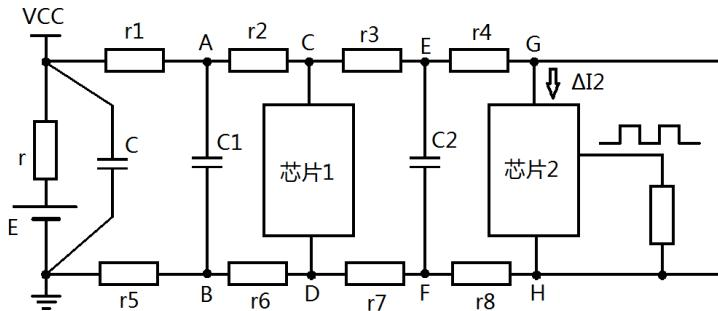

图 1.13 错误的去耦电容位置
- 1) 如图 1.13 所示，由于线路是有电阻的，电容 C1 和 C2 仅能稳定 U_{AB} 和 U_{EF} 两端电压